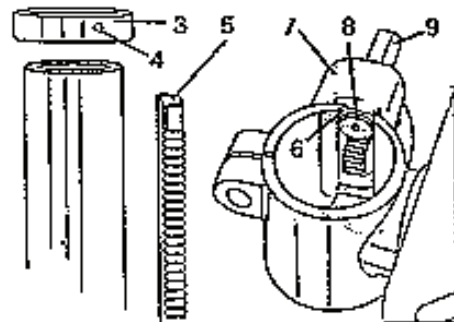

Abb. 4
1. Entfernen Sie den Ring (3) durch Lockern der Stellschraube (4).
2. Entfernen Sie die Zahnstange (5) von der Säule.
3. Prüfen Sie, ob das Schneckenrad (8) ordnungsgemäß in den Tisch- und Befestigungsarm eingesetzt ist (7) und mit den Zahnrädern in Berührung kommt. Der Griffchaft (9) sollte ungefähr 2,5 cm aus Gehäuse ragen (Abb. 4).
4. Setzen Sie die Zahnstange (5) in die gezahnte Nut (6) des Tisch-Befestigungsarms (7) (Abb. 4). Der Tisch-Befestigungsarm sollte im Mittelabschnitt der Zahnstange sitzen.